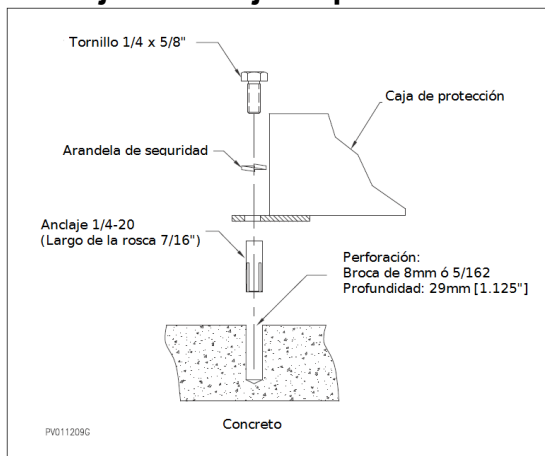

Figura 51: Fijación de la caja de protección sobre concreto
1. Perfore dentro de la pared de concreto de acuerdo a la figura 51: “Fijación de la caja de protección sobre concreto”.